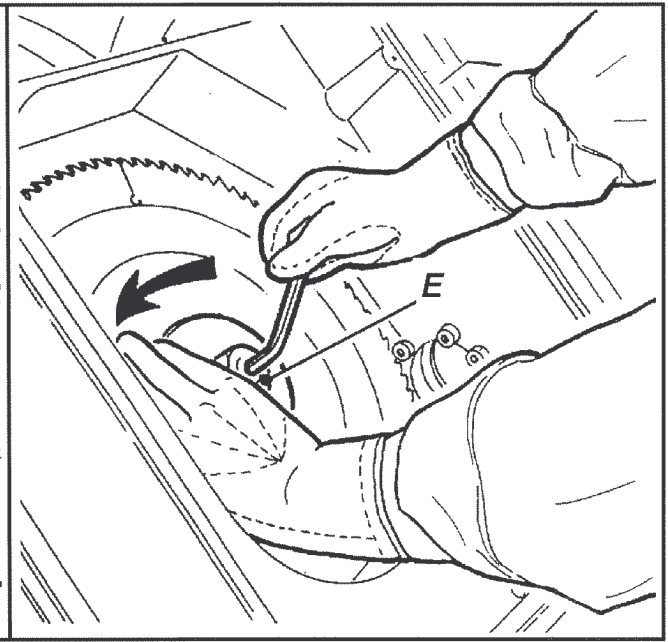

Fig. 10-07
- 8) Mantenendo ferma la chiave esagonale, svitare manualmente il dado "E" ed estrarla (Fig. 10-07)